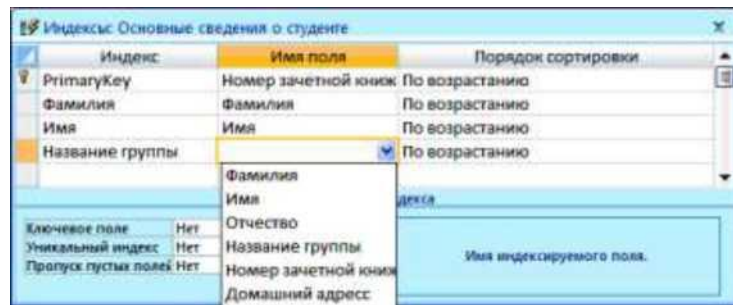

Рис. 2.2. Диалоговое окно **Индексы**
3. В первой строке (рис. 2.2) поля **Индекс (Index Name)** ввести имя